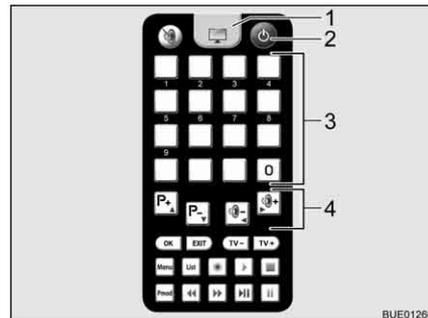

Fig. 25 Mando a distancia del televisor
- Pulsar la tecla "⌚" (Fig. 25,2) del mando a distancia para el televisor. La instalación conmuta al modo de búsqueda. Suena un pitido permanente.
- Para cambiar a la recepción de televisión, pulsar la tecla de televisión (Fig. 25,1) del mando a distancia para el televisor. El pitido cesa. Aparece una imagen en la pantalla.
- Seleccionar la emisora deseada con las teclas de memoria (Fig. 25,3) del mando a distancia para el televisor o con las teclas de función (Fig. 25,4).